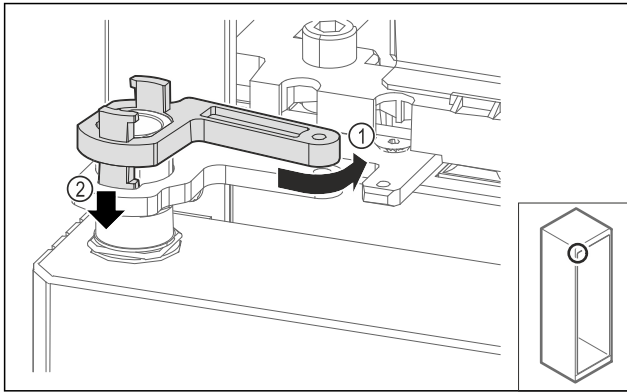

Fig. 66
- Verriegelung Lagerbock leicht zurückdrehen Fig. 66 (1), nach unten drücken Fig. 66 (2) und im Scharnierwinkel verriegeln.